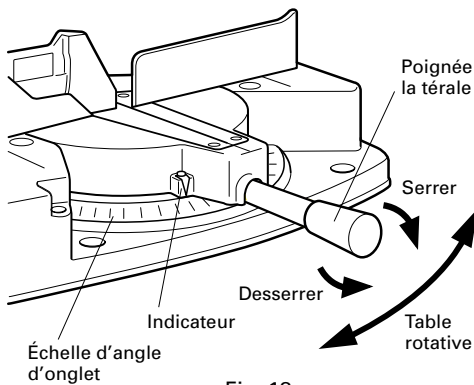

Fig. 18
La butée facilite la précision des coupes continues sur une longueur de 255 mm à 420 mm (10" à 16-1/2"). Pour installer la butée, la fixer à la servante avec le boulon à ailettes de 6 mm comme indiqué à la Fig. 18.
- (1) Desserrer la poignée la térale.
- (2) Régler la table jusqu'à ce que le repère soit aligné sur la valeur voulue de l'échelle d'angle d'onglet, comme indiqué à la Fig. 18.
- (3) Resserrer la poignée la térale pour fixer la table en position.